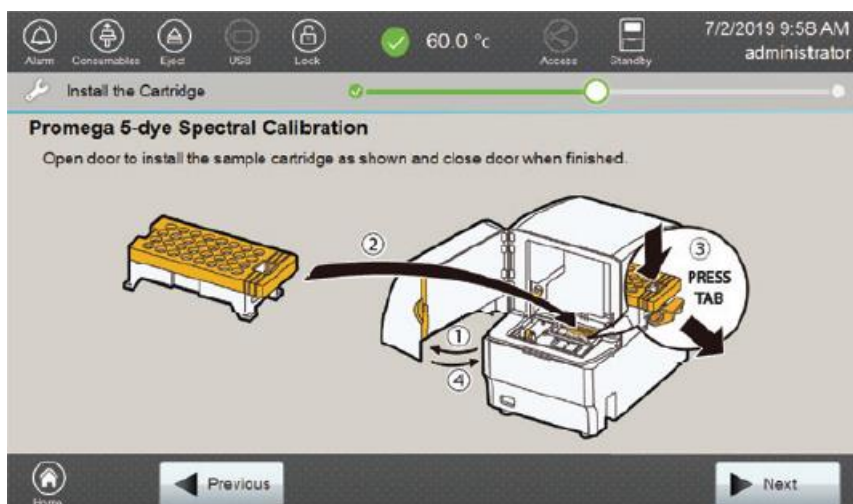

図 49 Install the Cartridge 画面
7. 装置のドアを開け、Install the Cartridge の画面（図 49）に表示される手順に従ってオートサンプラーにサンプルカートリッジをセットしてください。サンプルカートリッジをオートサンプラーのデッキに置く前に、ロック用の黄色のタブを下に押してください。